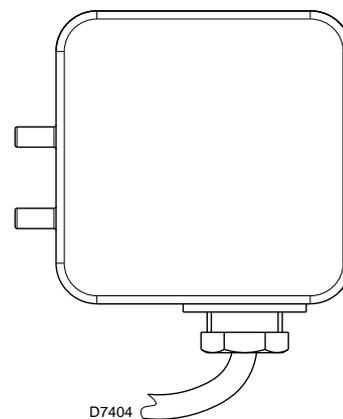

Abb. 20
- Stellen Sie den Luftdruckwächter (Abb. 20) auf den Skalenanfangswert ein.
Führen Sie die Einstellung des Luftdruckwächters (Abb. 20) aus, nachdem alle anderen Einstellungen des Brenners bei auf den Skalenanfang eingestellten Luftdruckwächter vorgenommen wurden.